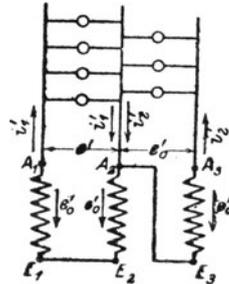
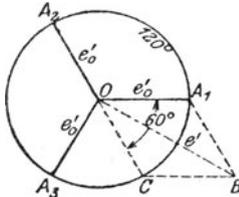

Fig. 100.
Fig. 101.
246. In Fig. 100 seien A_1E_1 , A_2E_2 , A_3E_3 drei gleiche EMK, die gegeneinander um Winkel von je 120° verschoben sind. Die Enden E_1 und E_2 sind miteinander verbunden, ebenso A_2 mit E_3 . Zwischen A_1 und A_2 , ebenso zwischen A_2 und A_3 werden Lampen geschaltet. Die erste Lampengruppe braucht 6,65 [12] (15) A, die zweite 4,6 [10] (7) A. Gesucht:
Zu a): Wie die Pfeile in Fig. 100 zeigen, sind die EMK in A_1E_1 und A_2E_2 einander entgegengerichtet, müssen also subtrahiert werden (geometrisch). In Fig. 101 sind A_1O , A_2O , A_3O die drei gleichen EMK, die gegeneinander um 120° verschoben sind. Soll A_2O von A_1O subtrahiert werden, so verlängere man A_2O über O um sich selbst und addiere OC zu OA_1 , d. h. bilde aus OA_1 und OC das $\triangle OA_1B$, dessen Diagonale OB die gesuchte Differenz ist. Aus $\triangle OA_1B$ folgt
Zu b) Die Spannung der zweiten Lampengruppe ist die zwischen A_3 und E_3 herrschende, also die Spannung $e_0' = A_3O$ in Fig. 101.
Zu c): Da bei induktionsfreien Widerständen die Richtungen der Stromvektoren mit denen der Spannungen zusammenfallen, so sehen wir, daß die Stromvektoren i_1' und i_2' miteinander dieselben Winkel bilden, wie die Spannungen OB und OA_3 in Fig. 101. Nun ist aber